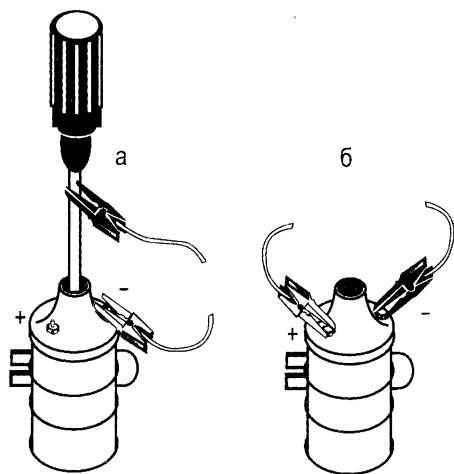

Рис. 5.10. Измерение сопротивления обмоток катушки зажигания:
- межвитковое замыкание или обрыв первичной обмотки катушки зажигания (рис. 5.10). Определяется тестером в режиме омметра. Сопротивление должно быть $(4 \pm 0,2)$ Ом. Если сопротивление меньше, то у катушки – межвитковое замыкание, если стрелка не отклоняется, это значит – обрыв в цепи;